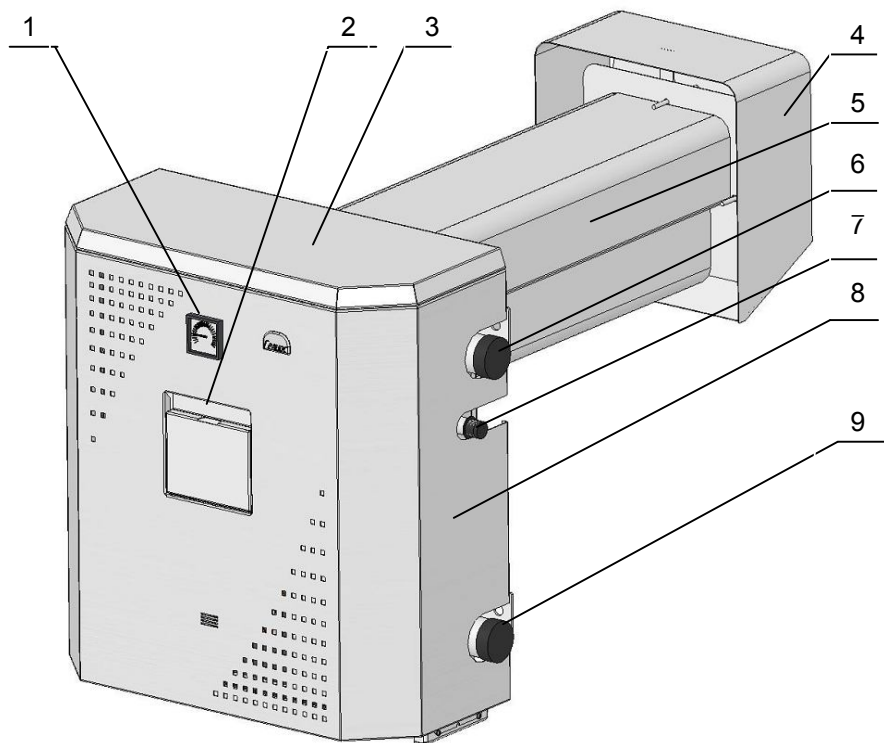

Рис.1
5.2 Общий вид аппарата представлен на Рис.1 и состоит из: